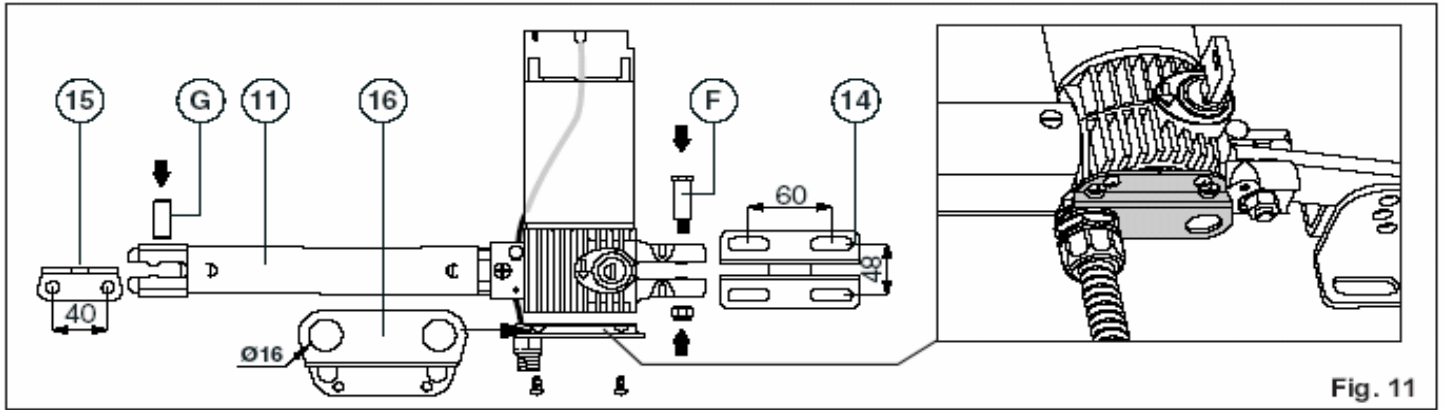

Fig. 11
- Zamocować siłownik na uchwycie do słupka [14] używając sworznia F (rys.11)
- Zamocować siłownik do uchwytu do bramy używając sworznia G (rys.11). Do prawidłowego działania siłowników powinny być one montowane obudową do góry.